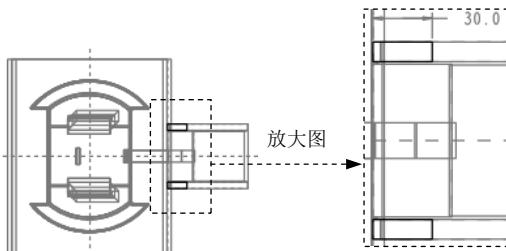

图 27.46 截面草图
Step9. 创建实体切削特征4。单击**模具**功能选项卡**形状**区域中的**拉伸**按钮，此时系统弹出“拉伸”操控板；在操控板界面中按下**草绘**按钮；右击，从系统弹出的菜单中选择**定义内部草绘...**命令；在系统弹出的“草绘”对话框中单击**使用先前的**按钮；进入截面草绘环境后，选取MOLD_FRONT基准平面和MOLD_RIGHT基准平面为草绘参考，利用“投影”命令绘制图27.46所示的截面草图。完成特征截面的绘制后，单击“草绘”操控板中的“确定”按钮 \checkmark ；选取深度类型并输入深度值：在操控板中选取深度类型**穿透所有**（即“穿透所有”）；在“拉伸”操控板中单击 \checkmark 按钮，完成特征的创建。